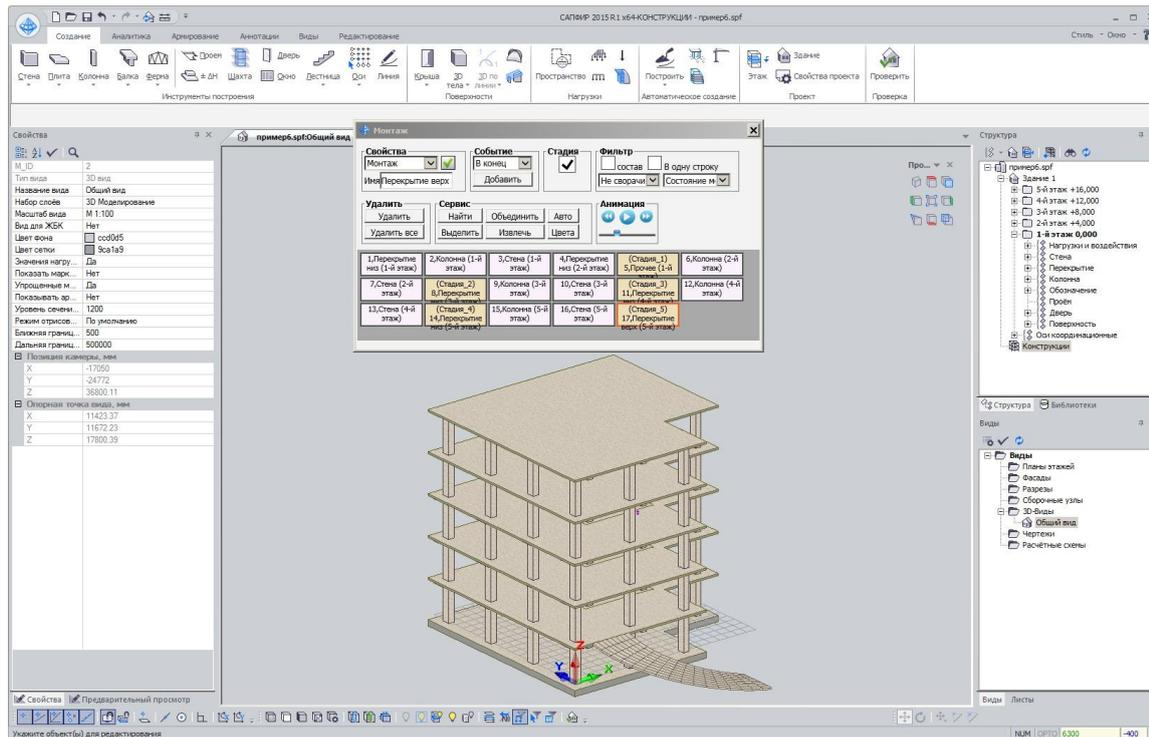

Рис.6.18. Последняя стадия монтажа
- Щелкните по кнопке **Воспроизвести** для воспроизведения анимации появления событий и стадий (рис.6.18; 6.19).